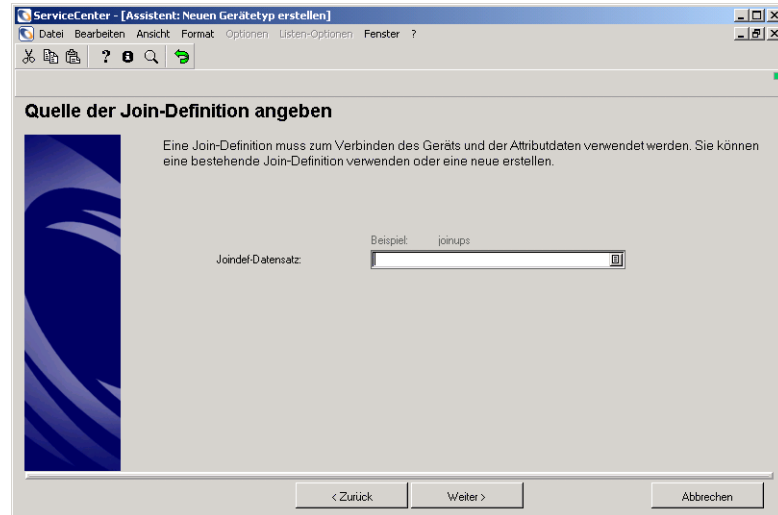

Abbildung 7-24: Joindef-Quelle
- 10 Abbildung 7-24 zeigt das Feld, in dem Sie die Quelle der Join-Definition angeben können.